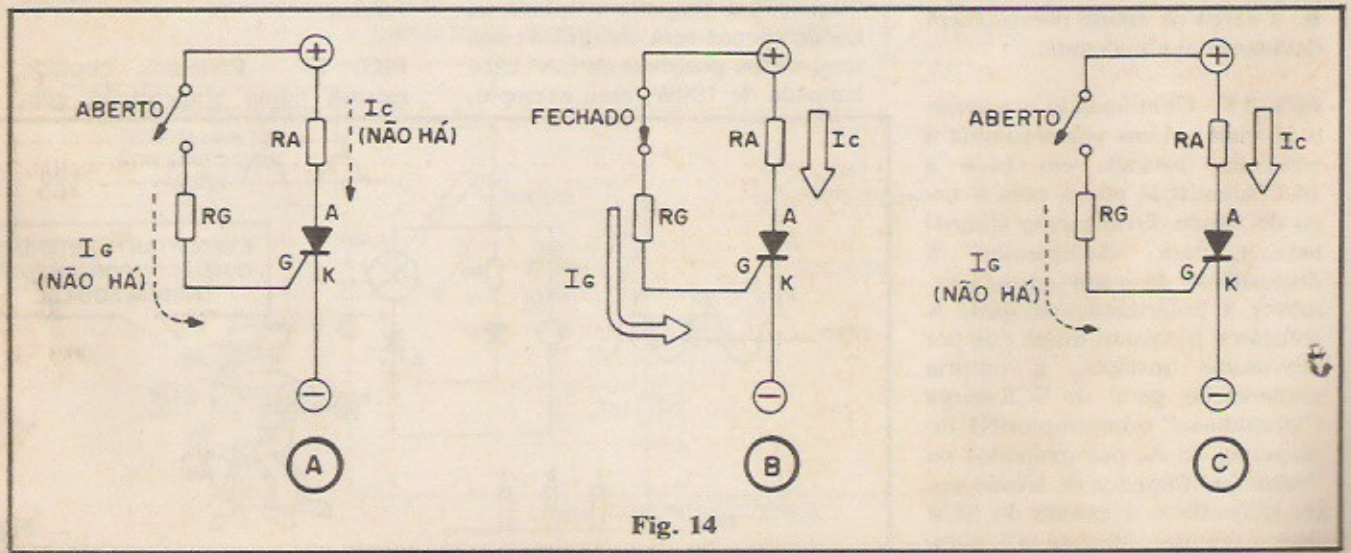

Fig. 14
- FIG. 14 - Resumindo o que já foi visto até agora... O SCR funciona, então, como um "interruptor eletrônico". Enquanto o terminal de controle G estiver **sem polarização** (sob potencial ou tensão equivalente à do **catodo**, por exemplo...), como em 14-A, praticamente não haverá corrente sobre a carga acoplada ao **anodo**, na posição RA... Ao ser aplicada (normalmente via resistor RG de limitação...) a conveniente polarização **positiva** ao **gate**, o SCR "dispara", começa a conduzir intensamente, provendo de corrente a "carga" RA... A "memória" semicondutora do componente, então assume seu papel, de modo que (como em 14-C) mesmo removendo-se a polarização de **gate**, a carga de **anodo** permanecerá devidamente alimentada...